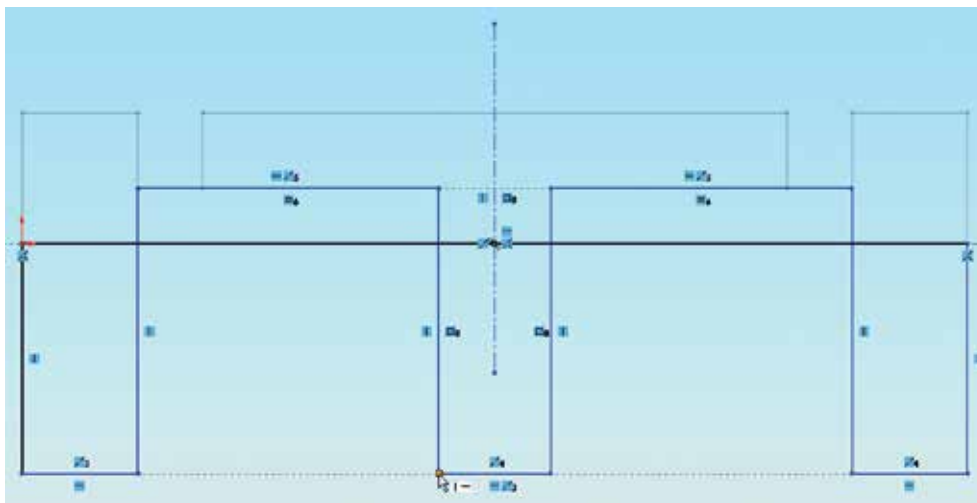

Abb. 3.9:
- Ziehen Sie an beliebigen Punkten und Seiten, die Skizze reagiert stets symmetrisch und harmonisch. Nicht dass sämtliche Variationen unbedingt auch Sinn ergeben müssten (Abb. 3.9)!